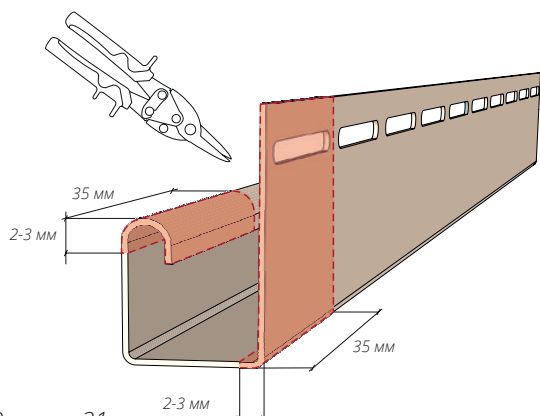
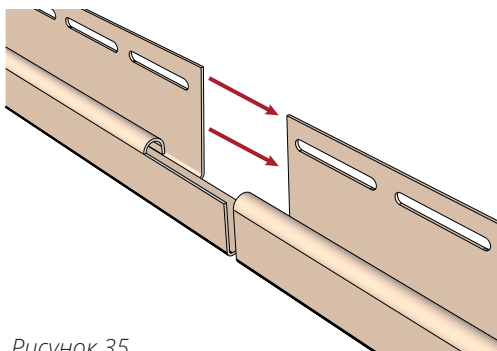

Рисунок 31
Рисунок 35
**12.8** В случае если высота угла здания превышает длину J-профилей, образующих внутренний угол, его необходимо подрезать согласно рис. 31, 32.
- 12.9** В случае необходимости соединения Ж-профилей между собой горизонтально, сделайте подрез одного из соединяемых Ж-профилей согласно рис. 31 и 32, далее смонтируйте Ж-профили, оставив зазор на тепловое расширение 15 мм (рис. 35 и 36), соблюдая общие правила монтажа.